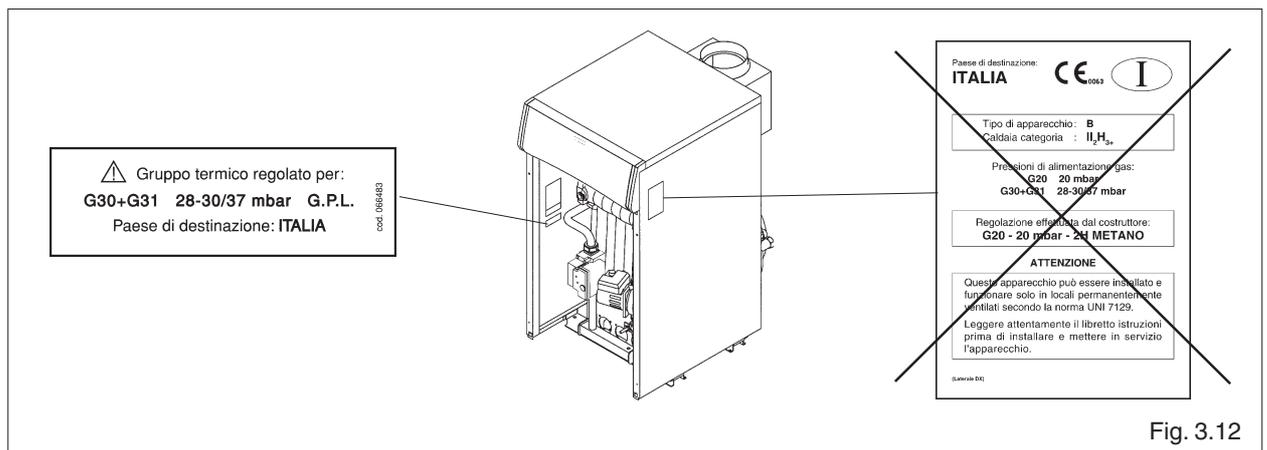

Fig. 3.12
- Applicare la targhetta (GPL), fornita a corredo della caldaia, nella parte interna della mantellatura (fig. 3.12)
- Togliere le targhetta per METANO (G20) presenti all'esterno e all'interno della mantellatura (fig. 3.12).